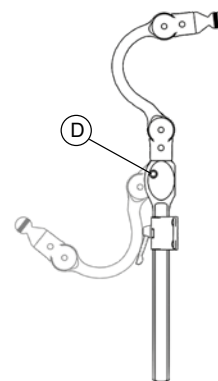

Fig. 4
2. Horizontaal / Hoek – Draai bouten los (Fig. 1, A) voor aanpassing van diepte (Fig. 4) en hoek (Fig. 3). De schroeven hoeven pas helemaal aangedraaid te worden als alles op zijn plaats zit.